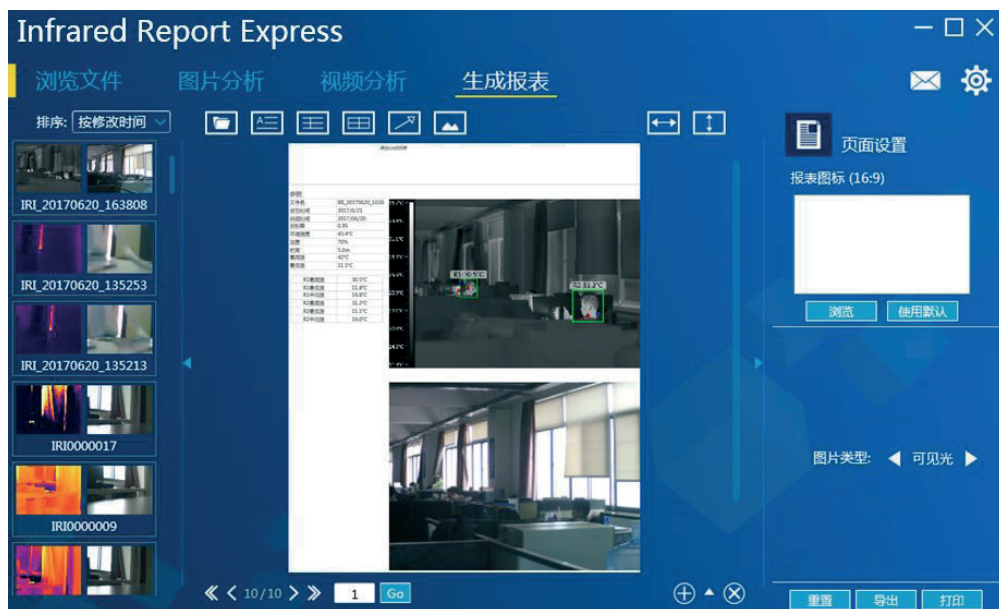

图 3-46
4. 软件自动生成报表且自动更新当前红外图像各项参数信息。如图 3-46 所示：